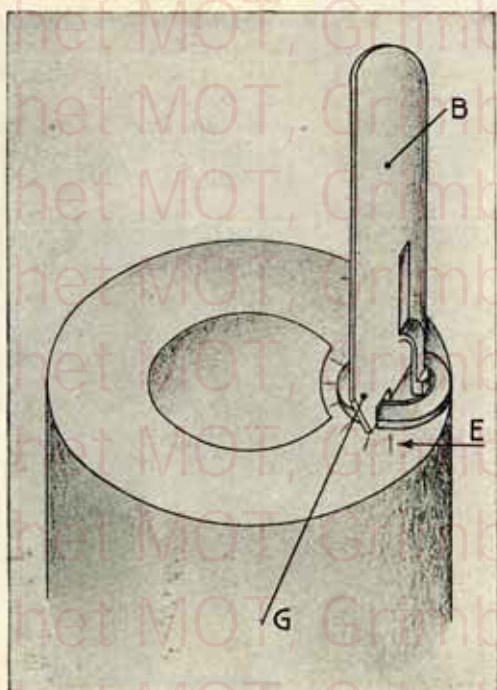

Fig. 19
De onderzijde van den lossen boden van den bol (fig. 18) is voorzien van een regelingsvijsje (A) dat bij middel van den bijgevoegden bijzonderen schroefsleutel (fig. 19, letter B) kan gedraaid worden. Indien men den roomregelaar plaatst
helfte van den roomregelaar zijn lijnen afgeteekend (fig. 19, letter E) waarmede men spoedig kan uitvinden welke stelling de roomregelaar volgens het winter- of zomerseizoen moet hebben.